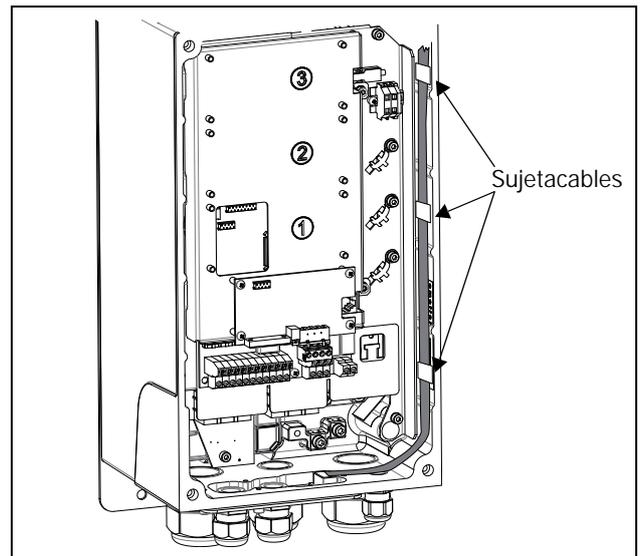
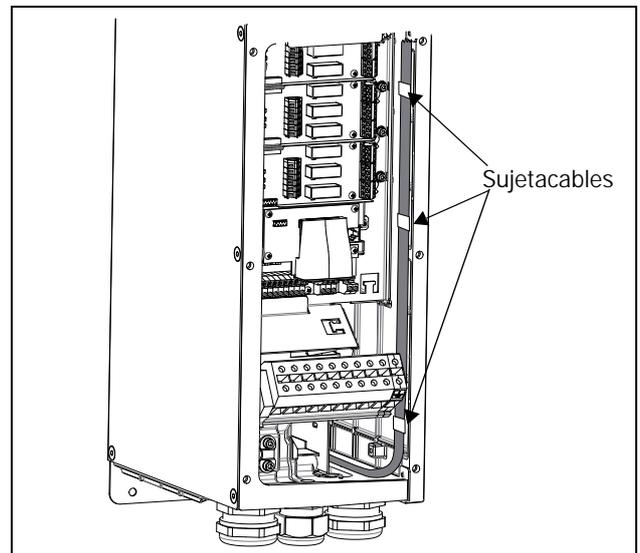
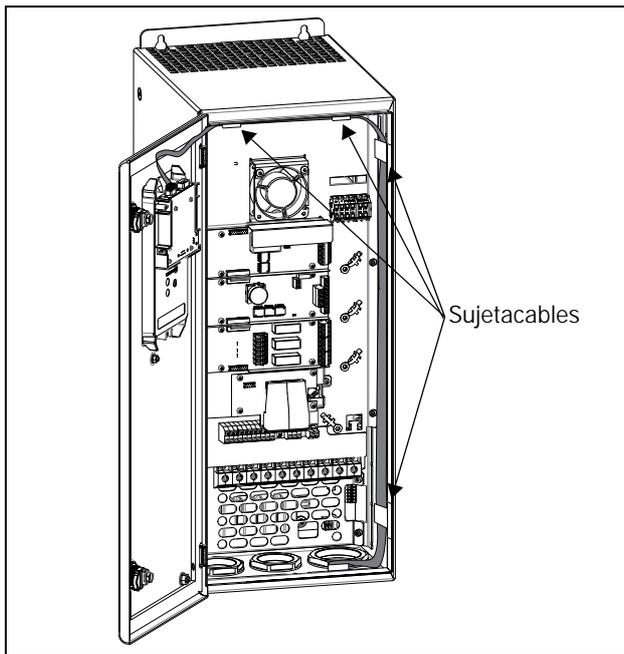

Figura 5 Como montar los cables y sujetarlos con los clips en la talla B
Figura 6 Como montar los cables y sujetarlos con los clips en la talla C
Figura 7 Como montar los cables y sujetarlos con los clips en la talla D.
7. Pase el cable plano por el lateral del variador. Sujete el cable plano a lo largo del lado interior del variador con los sujetacables; consulte la Figura 5, Figura 6, Figura 7 or Figura 8.